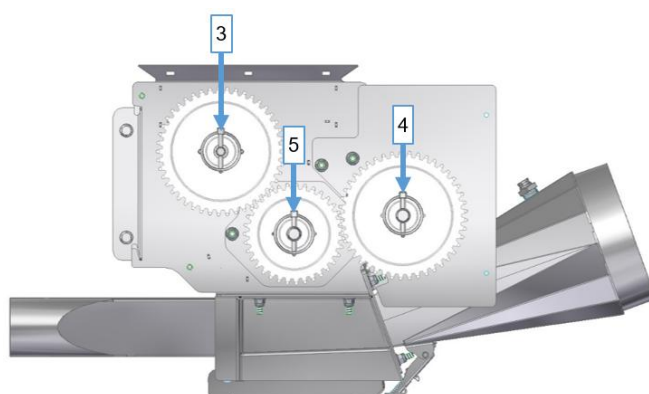

Figura 35
- Inverter a roda dentada dupla do agitador [3] de modo que a engrenagem grande (número de dentes = 45) fique engrenada e a engrenagem menor (número de dentes = 35) não fique engrenada (ver Figura 35).
- Prenda a engrenagem dupla com o clipe de fixação [3] (veja Figura 35).